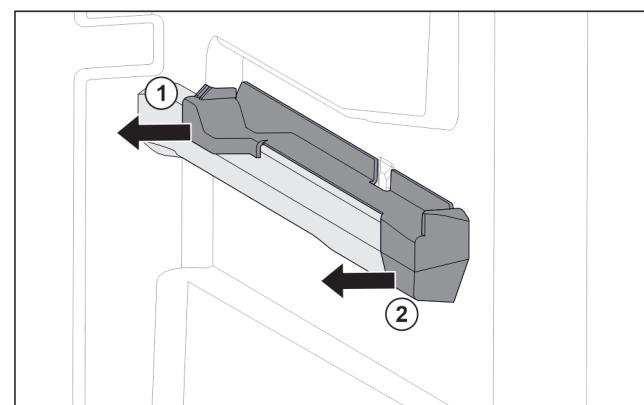

Fig. 41 Natični nastavek na desnemu nastavku za posodo
- Natični nastavek zadaj izvlecite vstran. Fig. 41 (1)
- Natični nastavek spredaj izvlecite vstran. Fig. 41 (2)